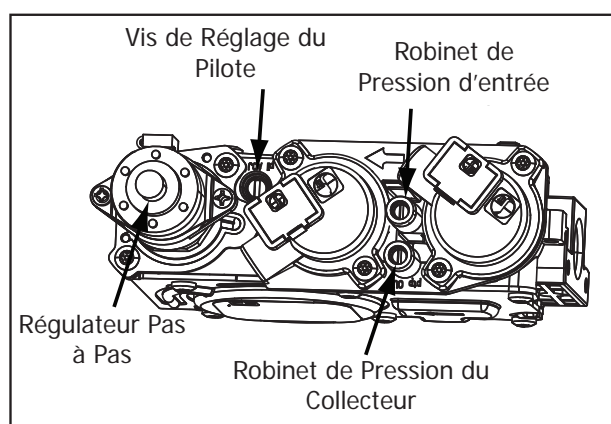

Figure 24: Schéma de la soupape à gaz
- Retirez le moteur pas à pas existant à l'aide d'un tournevis T20 (voir Figure 24).
10. Allumez la veilleuse et revérifiez les fuites dans la ligne pilote en aluminium. Si une fuite est évidente, contactez votre revendeur ENVIRO pour un remplacement de la ligne pilote. **AVERTISSEMENT : N'ESSAYEZ PAS DE RÉPARER CETTE LIGNE, ELLE DOIT ÊTRE REMPLACÉE SI ENDOMMAGÉE.** La veilleuse doit couvrir correctement le détecteur de flamme. Si un réglage est nécessaire, tournez la vis de réglage dans la soupape (voir Figure 24) dans le sens des aiguilles d'une montre pour diminuer et dans le sens antihoraire pour augmenter jusqu'à ce que la flamme correcte soit obtenue (voir Figure 14).